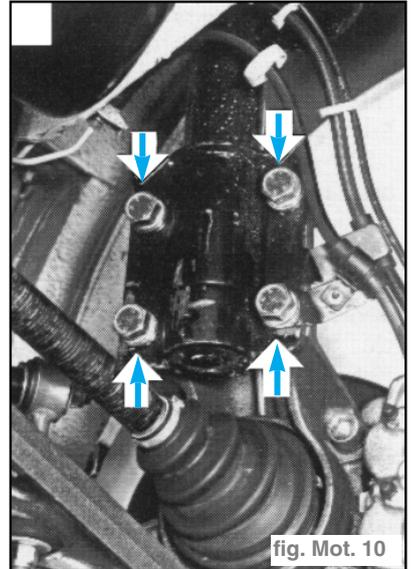

fig. Mot. 10
- Déposer les quatre vis de fixation de l'amortisseur au montant. (fig. Mot. 10)